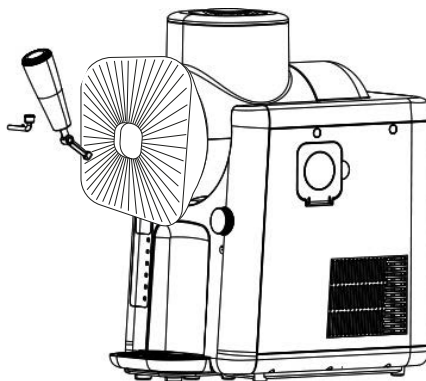

Fig. 4
11. Sett kranen inn i åpningen og fest den ved å sette inn låsepinnen (fig. 4). Sørg for at utløpsåpningene og kranhåndtaket er på linje. Sett deretter inn låsepinnen og vri den til den lille sidepinnen passer inn i åpningen på enheten. Hvis det hvite stampelet ikke er riktig plassert i tappesjakten og hindrer at kranen settes inn, følg instruksjonene i kapitlet «Rengjøring og stell».